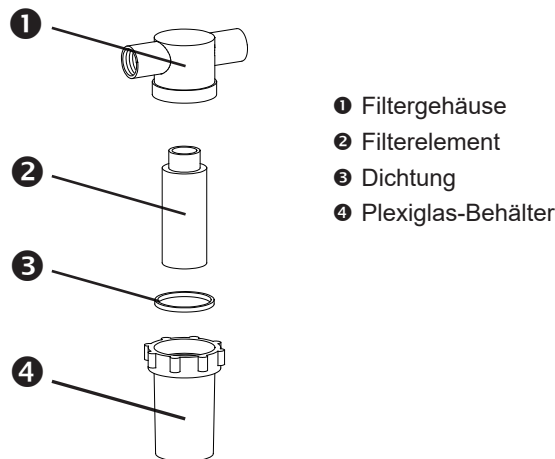

Bild 7. Wasserfilter
- Plexiglas-Behälter (4, Bild 7) gegen den Uhrzeigersinn vom Filtergehäuse (1, Bild 7) abschrauben.
- Filterelement (2, Bild 7) entnehmen und durch ein neues ersetzen.